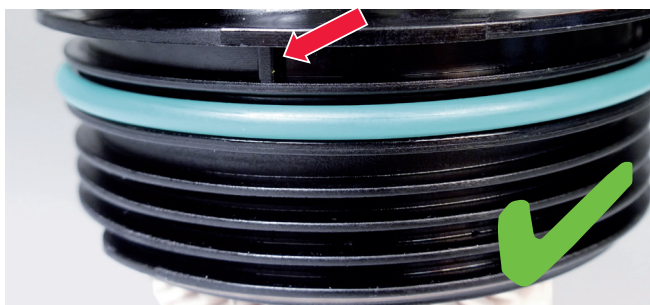

Figura 2: Posición de montaje correcta. En la parte superior, unas pestañas de bloqueo (flecha) impiden un montaje incorrecto.
- Para ello, las juntas deben colocarse en la ranura prevista a tal efecto en la tapa (véase figura 2).